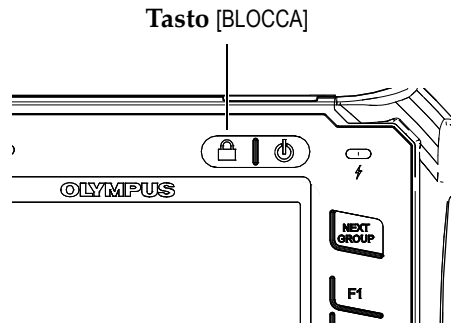

Figura 2-7 Configurazione con manopola di regolazione: tasto **[BLOCCA]**
- Solamente nella configurazione con manopola di regolazione, premendo il tasto **[BLOCCA]** si blocca automaticamente la regolazione di tutti i parametri per evitare un'involontaria modifica del parametro causata da un'accidentale rotazione della manopola (vedi Figura 2-7 alla pagina 36).